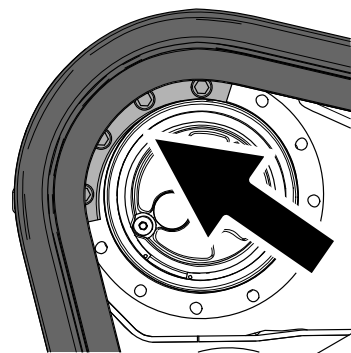

Figure 76
- Poussez la commande de déplacement en avant jusqu'à ce que le segment du pignon d'entraînement s'engage sur la chenille (Figure 76).
- Appliquez du frein-filet sur les boulons du segment de l'autre segment du pignon d'entraînement que vous avez déposé et posez le segment (Figure 76). Serrez les boulons à un couple de 247 à 301 N·m (182 à 222 pi-lb).